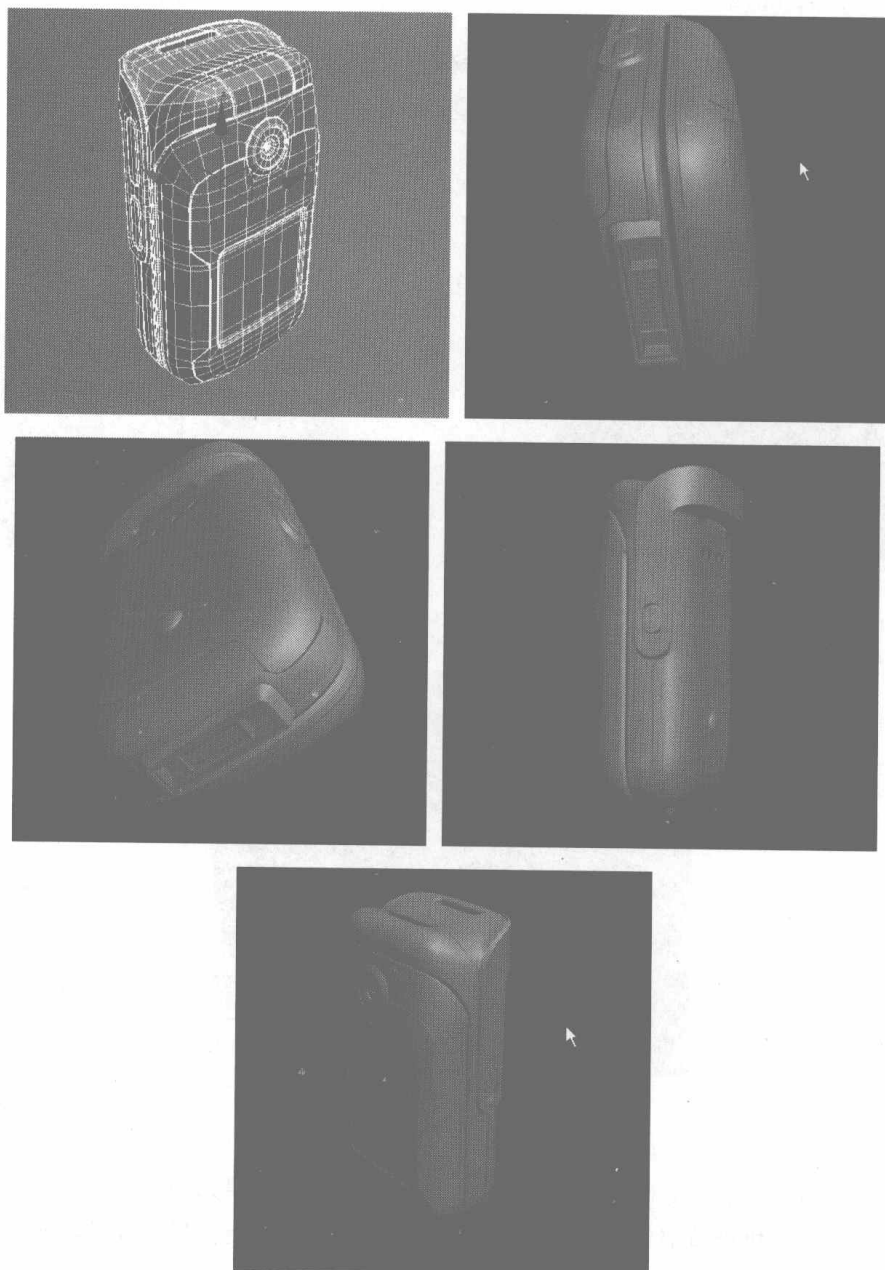

图 4.624
- 64** 显示所有物体，对手机细节部分再进行适当的调整，直到满意为止，最终效果如图 4.624 所示。